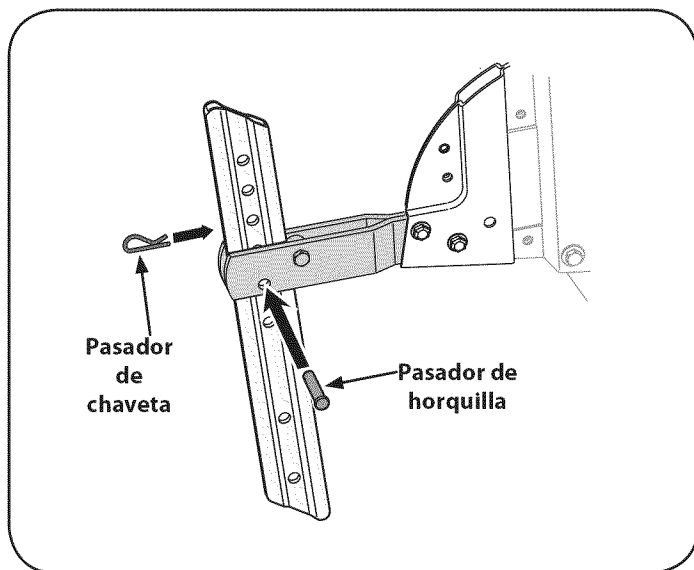

Figura 7
4. Inserte la estaca de profundidad dentro del conjunto de la ménsula del calibrador de profundidad. Vea la Figura 7.